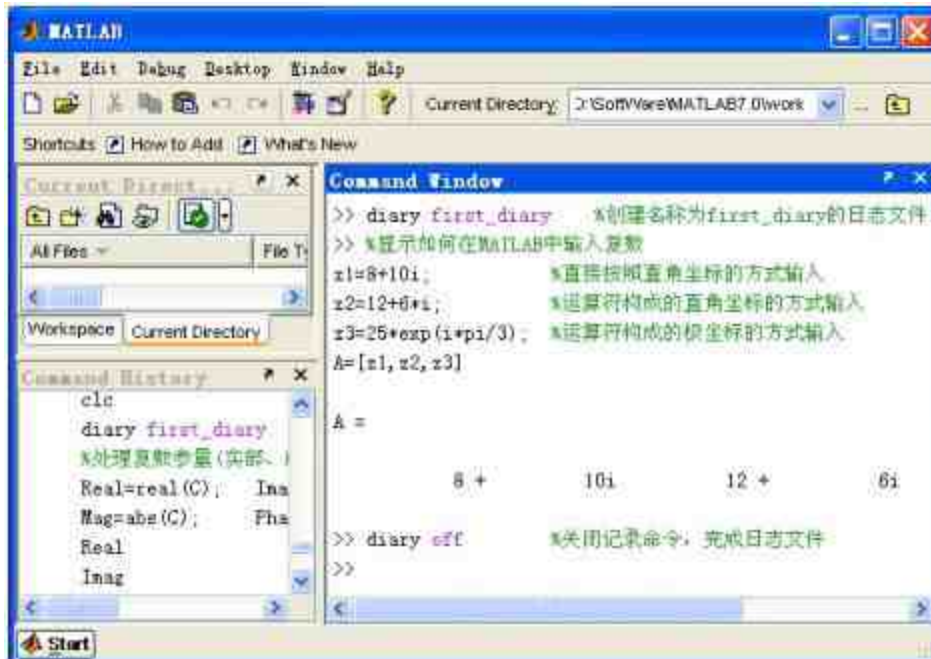

图1.23 创建日志文件
**例1.8** 在MATLAB中创建名为“first\_diary”的日志文件，并阅读该日志文件，如图1.23所示。